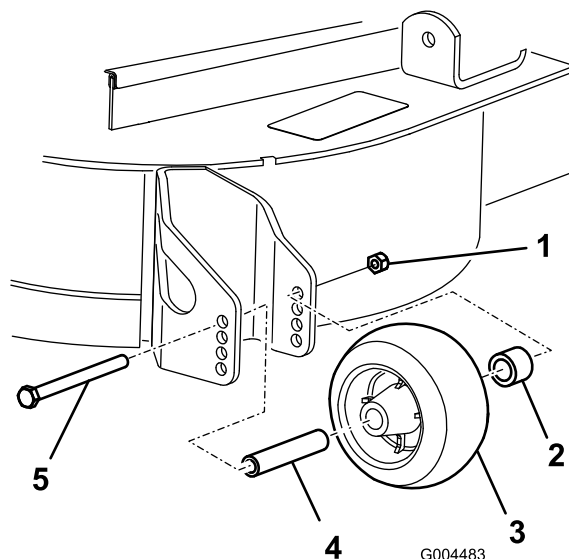

Figure 22
Remarque: Serrez à un couple de 54 à 61 Nm (Figure 22).
3. Après avoir réglé la hauteur de coupe, réglez les galets en retirant l'écrou à embase, la bague, l'entretoise et le boulon (Figure 22).